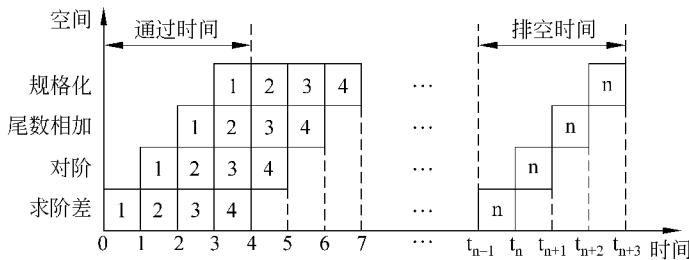

图 3.2 浮点加法流水线的时空图
一般采用时空图来描述流水线的工作过程。图 3.2 是上述 4 段流水线的时空图。图中横坐标表示时间，纵坐标表示空间，即流水线中的流水段。格子中的数字 1 代表第 1 个运算，2 代表第 2 个运算，…。第 1 个运算在时刻 0 进入流水线；第 2 个运算在时刻 1 进入流水线，同时第 1 个运算离开“求阶差”段而进入“对阶”段；第 3 个运算在时刻 2 进入流水线，同时第 1 个运算离开“对阶”段而进入“尾数相加”段，第 2 个运算离开“求阶差”段而进入“对阶”段；第 4 个运算在时刻 3 进入流水线，同时第 1 个运算离开“尾数相加”段而进入“规格化”段，第 2 个运算离开“对阶”段而进入“尾数相加”段，第 3 个运算离开“求阶差”段而进入“对阶”段；以此类推。
(1) 流水线把一个处理过程分解为若干个子过程，每个子过程由一个专门的功能部件来实现。因此，流水线实际上是把一个大的处理功能部件分解为多个独立的功能部件，并依靠它们的并行工作来提高处理速度(吞吐率)。
(2) 流水线中各段的时间应尽可能相等，否则将引起流水线堵塞和断流，因为时间最长的段将成为流水线的瓶颈(Bottleneck of a Pipeline)，此时流水线中的其他功能部件就不能充分发挥作用。因此瓶颈问题是流水线设计中必须解决的。
(3) 流水线每一个段的后面都要有一个缓冲寄存器(锁存器)，称为流水寄存器。其作用是在相邻的两段之间传送数据，以提供后面流水段要用到的信息。其另一个作用是隔离各段的处理工作，避免相邻流水段电路的相互干扰。
(4) 流水技术适合于大量重复的时序过程，只有在输入端不断地提供任务，才能充分发挥流水线的效率。
(5) 流水线需要有通过时间和排空时间。它们分别是指第一个任务和最后一个任务从进入流水线到流出结果的那个时间段，如图 3.2 所示。在这两个时间段中，流水线都不是满负荷。经过“通过时间”后，流水线进入满载工作状态，整条流水线的效率才能得到充分发挥。